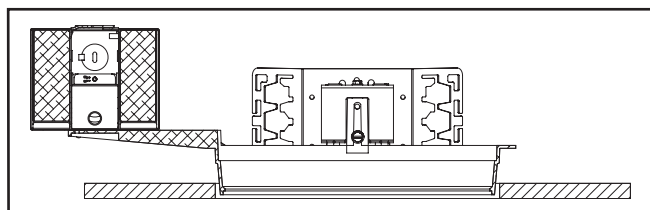

Figure 2.
2. Ajustez les vis de réglage de suspension de façon à ce que le bas de l'anneau de plâtre se trouve à 3,17 mm (1/8 po) au-dessus de la ligne de finition du plafond (Figure 2.). Le support de suspension est réversible pour permettre un ajustement complet de 12,7 cm (5 po).